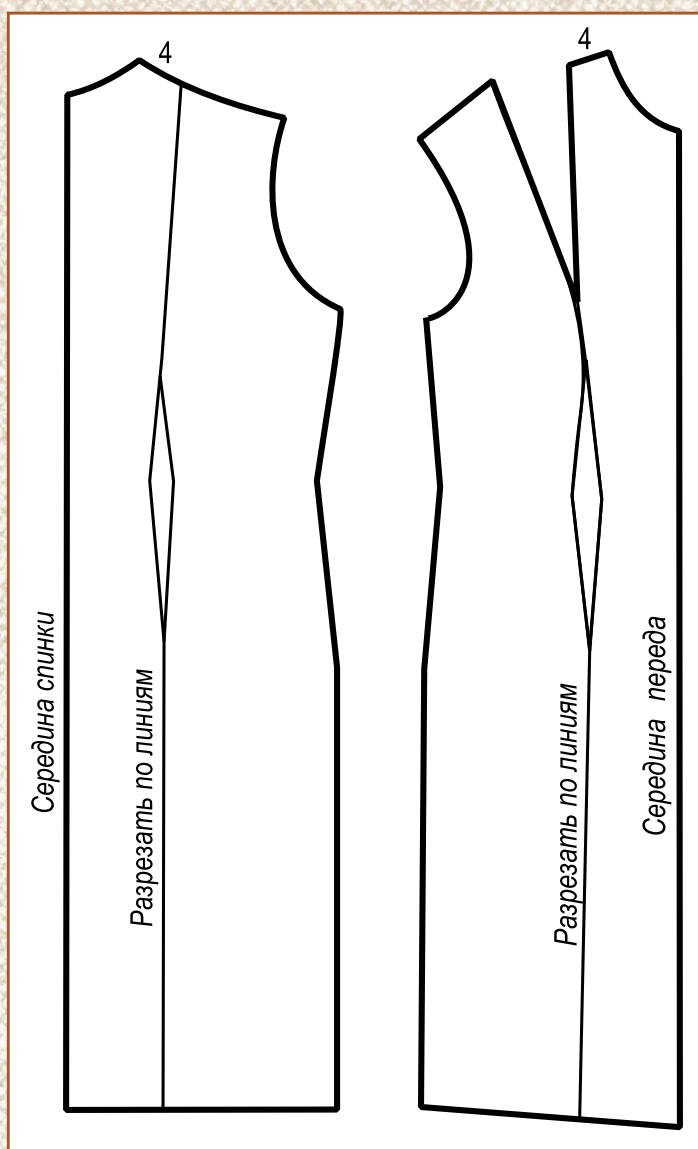

Рис. 149. Моделирование вертикальных рельефных швов
1. На задней половине платья от плеча проведите вертикальную линию до низа платья. Линия должна проходить по вытачке на спинке платья, как показано на рис. 149.